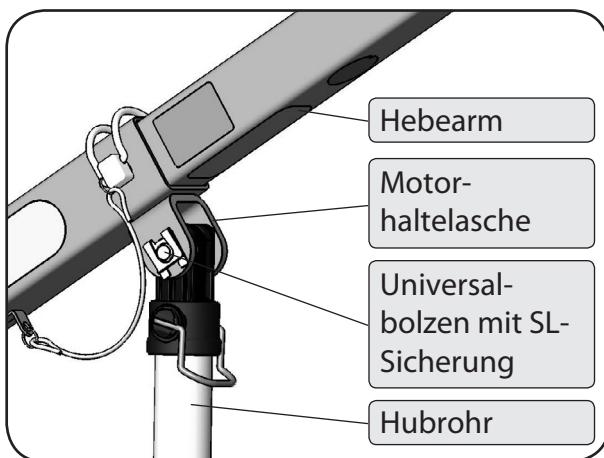

Abbildung 60
1. Entfernen Sie an der Hebearmaufnahme die SL-Sicherung und den Universalbolzen (Abbildung 60).